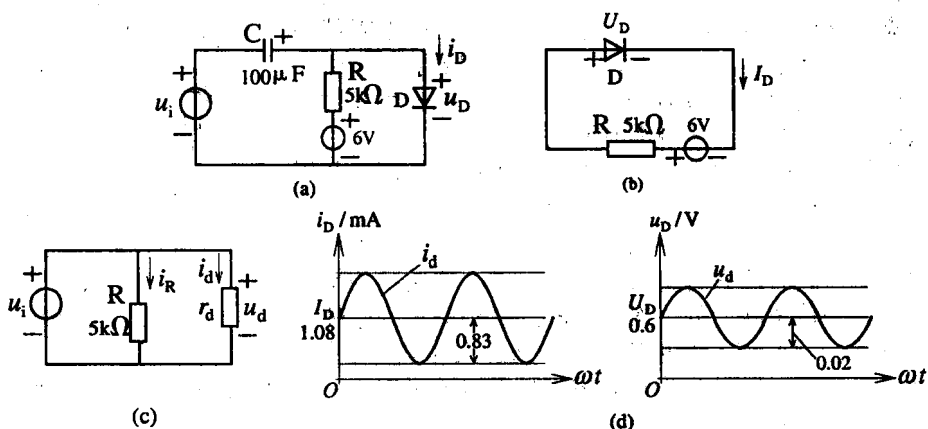

图1.5 例1.1 电路图
【例1.1】电路如图1.5(a)所示, 其中  $u_i = 20\sin\omega t \text{ mV}$ ,  $f = 1\text{ kHz}$ , 试求二极管D的两端电压和通过它的电流。提示: 本题中, 二极管在其直流电压建立的静态工作点上再叠加一个微小信号, 故应分别计算。
1. 静态分析与计算。静态, 是指  $u_i = 0$ , 即  $u_i$  视作短路, C对直流视作开路, 其等效电路如图1.5(b)所示。如果要准确求  $U_D$  值, 需要二极管的伏安特性曲线, 即用图解法求出。为简单起见, 可设  $U_D = 0.6\text{ V}$ , 于是求得
2. 动态分析与计算。对于交流信号, 直流电源和电容C视做短路; 二极管因工作在静态工作点附近很小的范围内, 故可用动态电阻  $r_d$  等效, 可在伏安特性曲线上通过  $i_d/u_d = 1/r_d$  求得。由此获等效电路如图1.5(c)所示。
## 4. 波形如图1.5(d)所示。